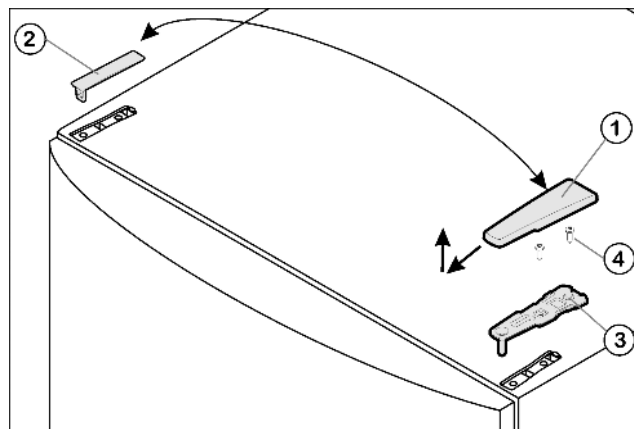

Fig. 4
- ▶ Estrarre la copertura Fig. 4 (1) tirandola in avanti e verso l'alto.
- ▶ Staccare la copertura Fig. 4 (2).
- ▶ Svitare il blocco di supporto superiore Fig. 4 (3) (2 x Torx® 25) Fig. 4 (4) ed estrarre tirando verso l'alto.
- ▶ Inserire il blocco di supporto superiore Fig. 4 (3) sul nuovo lato della cerniera nella porta.
- ▶ Serrare il blocco di supporto superiore **fermamente a 4 Nm** (2 x Torx® 25) Fig. 4 (4). Eventualmente praticare fori a vite o utilizzare un avvitatore a batteria.
- ▶ Innestare la copertura Fig. 4 (1) e la copertura Fig. 4 (2) rispettivamente sul lato opposto dall'esterno e innestare in posizione.